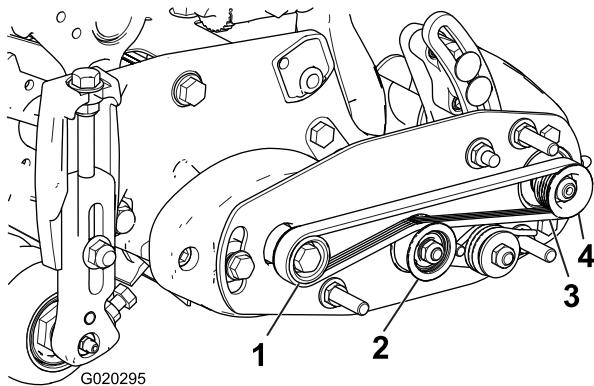

Figura 13
- Coloque la correa alrededor de la polea **motriz** y luego por encima de la polea tensora (Figura 13).
- Empiece a colocar la correa en la polea **arrastrada** (Figura 13).